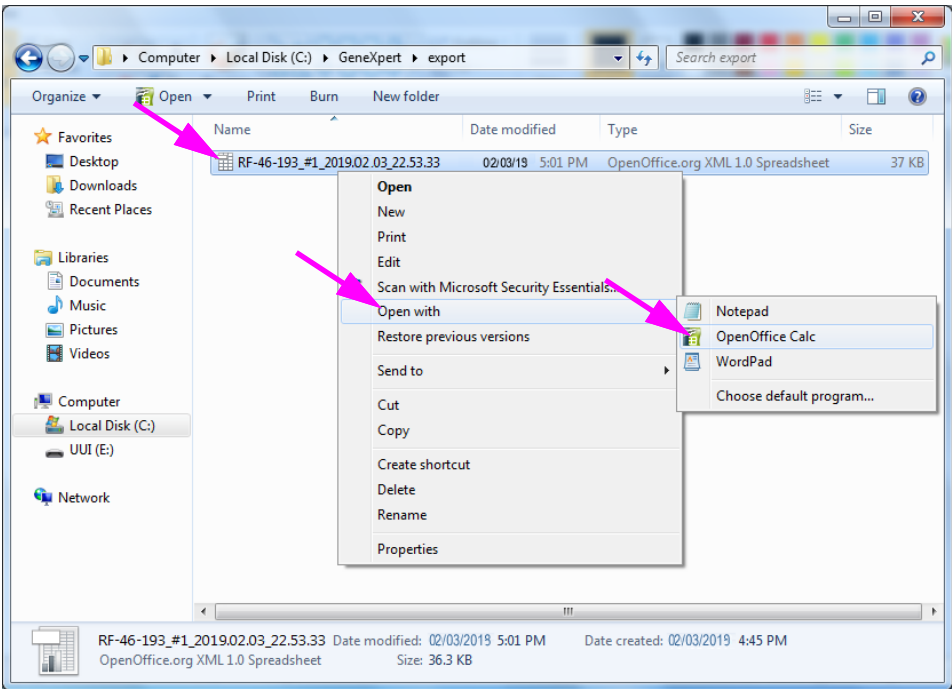

图 5-63. 打开 .csv 文件配置 A00（示例）
- 1. 在您的系统中的 GeneXpert 文件夹，导航到 **Export（导出）** 文件夹。右键单击您要打开的 .csv 文件。当下拉菜单显示时，单击 **Open with（打开方式）** 并选择 **OpenOffice Calc**。参见图 5-63。